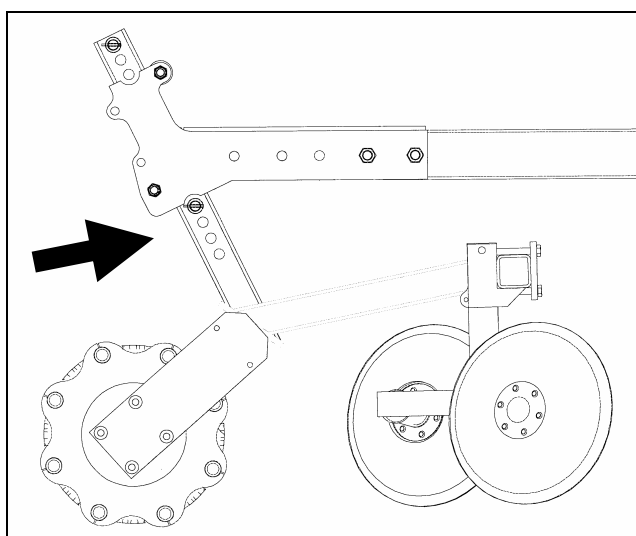

Рисунок 12
- Поднимите машину, чтобы отпустить штифты, и поставьте регулировочные штифты в нужное положение (см. рисунок 12).
- Диски регулируют вместе с задним валком с помощью установочных стоек (см. рисунок 12).